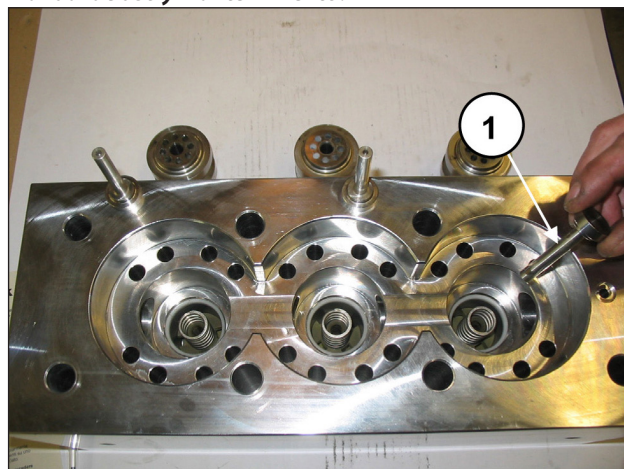
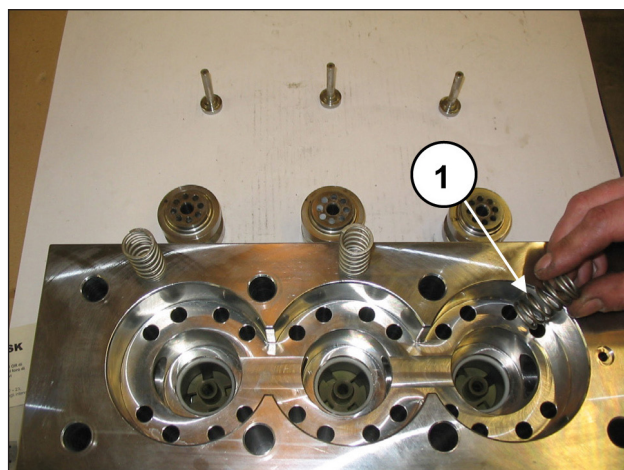
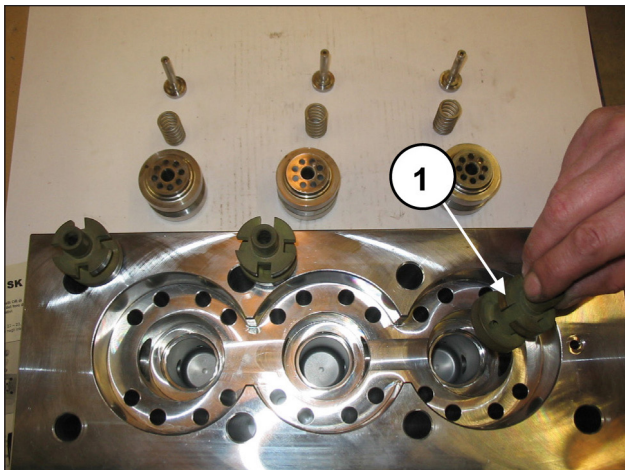

Fig. 104
Fig. 105
Fig. 106
Extraer los platillos de envío (pos. ①, Fig. 104), y sus guías (pos. ①, Fig. 106), con los muelles (pos. ①, Fig. 105). Controlar el desgaste y, si es necesario, sustituirlos respetando, en cualquier caso, los intervalos indicados en el capítulo 11 del *Manual de uso y mantenimiento*.